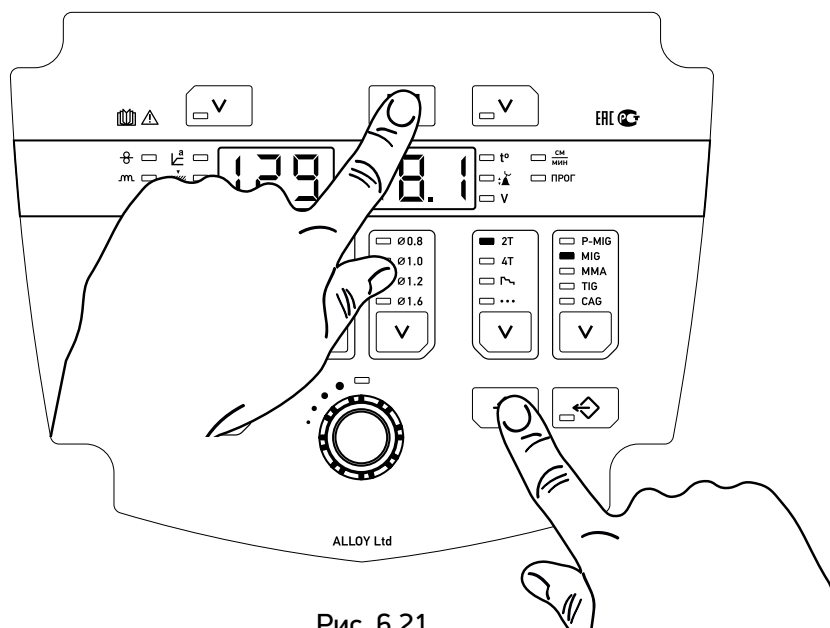

Рис. 6.21
Для выхода из регулировки дополнительных параметров нажать одновременно на кнопки поз.8 (рис.4.2) и 7 (рис.4.3), как на (рис.6.21).
- нажать одновременно на кнопки поз.8 (рис.4.2) и поз.7 (рис.4.3), как показано на рис.6.21;
- при включенном режиме MMA (индикатор поз.11 рис.4.3) нажать одновременно на кнопки поз.8 (рис.4.2) и поз.7 (рис.4.3), как показано на рис.6.21;